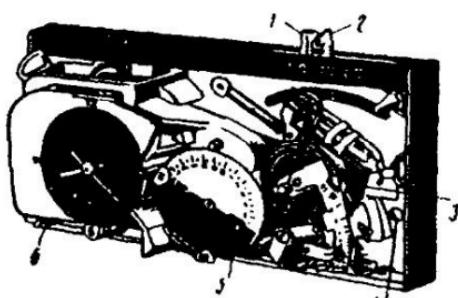

Рис. 26. Реле температуры со снятой крышкой:
8.1. Комнатное реле температуры с биметаллическим элементом широко распространено в системе кондиционирования воздуха и отопления (рис. 26). Для проверки реле температуры его уставку регулируют на температуру ниже комнатной и рядом устанавливают контрольный термометр. Когда биметаллический элемент нагреется до температуры окружающей среды (через 10 мин), поворачивают рычаг реле температуры вверх. Контакты должны замкнуться при температуре, не более чем на 2°C превышающей температуру, которую показывает контрольный термометр. В случае если контакты не замыкаются, то реле необходимо перенастроить. При величине перенастройки выше 5°C, реле температуры необходимо заменить. Комнатное реле температуры проверяют вольтметром. Реле температуры исправное, когда при замкнутых контактах реле напряжение отсутствует, а при разомкнутых — вольтметр показывает напряжение.